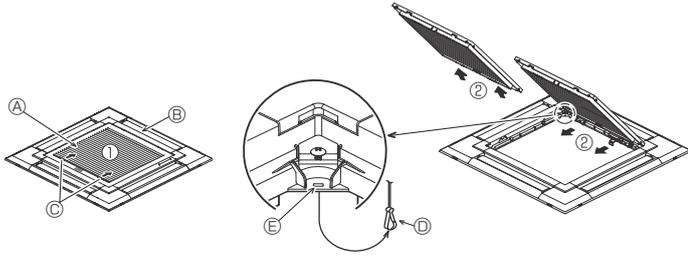
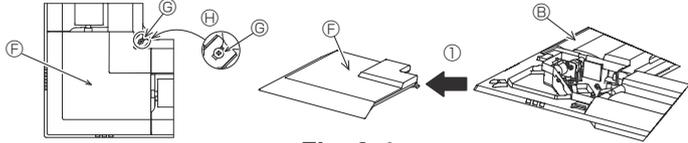

Fig. 9-3
Fig. 9-4
- Ⓒ Geyç ② (ünite içine sokulu)
9.2.1. Hava giriş izgarasının çıkarılması (Fig. 9-3)
• Hava giriş izgarasını açmak için kolları okla ① gösterilen yönde itiniz.
• Hava giriş izgarası "açık" durumda iken hava giriş izgarasının menteşesini okla ② gösterilen şekilde izgaradan ayırın.
9.2.2. Köşe panelinin çıkarılması (Fig. 9-4)
• Köşede bulunan 4 vidayı gevşetin. Köşe panelini çıkarmak için köşe panelini şekildeki ① numaralı okla gösterilen şekilde itin.
[Fig.9-3] [Fig.9-4]